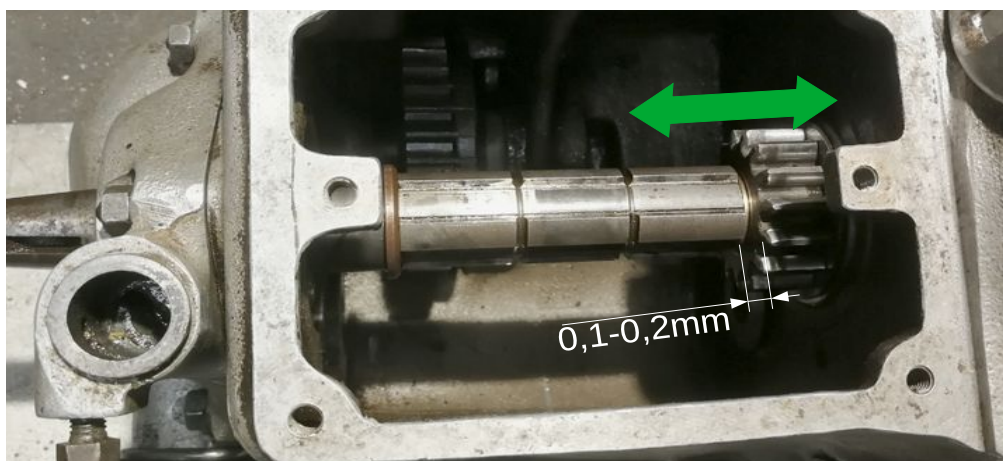

Abbildung 18: Test Wellenlängsspiel (max. 0,2mm) und Leichtgängigkeit
- Längsspiel (0,1 bis max. 0,2mm) zwischen den beiden Wellen bestimmen (siehe Abb. 18) und ggf. nacharbeiten (z.B Anlauffläche von Lagerbuchse an Eingangswelle abdrehen)